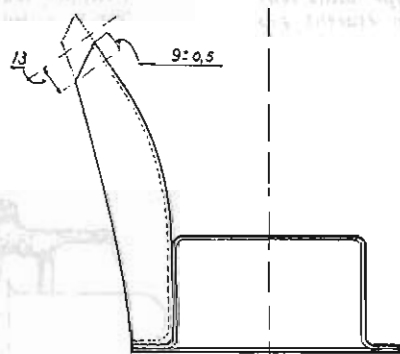

Fig. 43. — Perçage du support de traverse avant.
• Percer, sur les supports de la traverse avant, les deux trous de fixation de la nouvelle direction (13 mm au-dessous de ceux servant à fixer l'ancienne) (fig. 43).
• Couper la partie supérieure du support (partie hachurée, fig. 43 et 44).